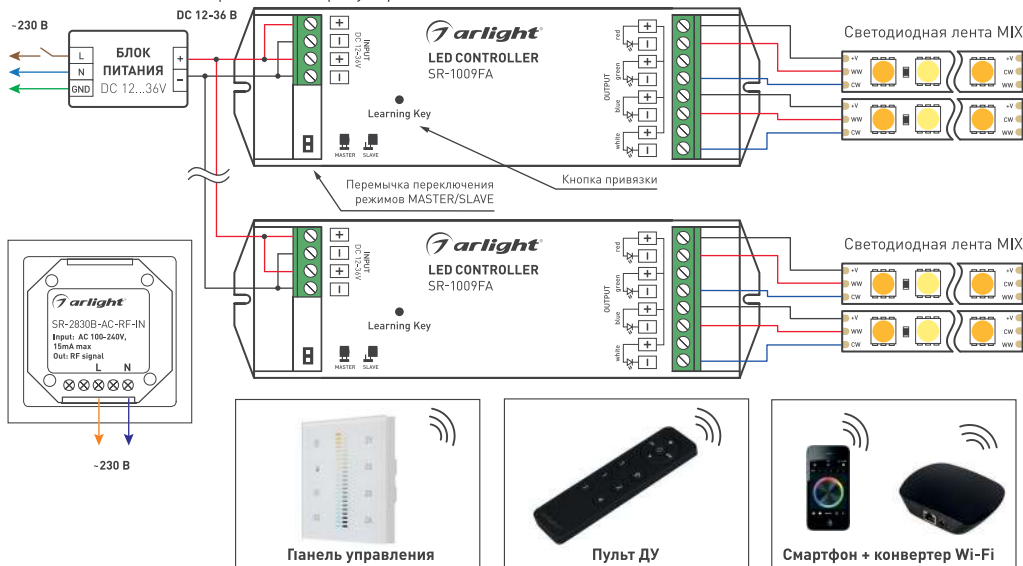

Рисунок 2. Схема подключения на примере контроллера SR-1009FA.
- Подключите контроллеры и светодиодную ленту (подробнее см. инструкции к используемому оборудованию). Пример подключения контроллеров приведен на Рис.2.